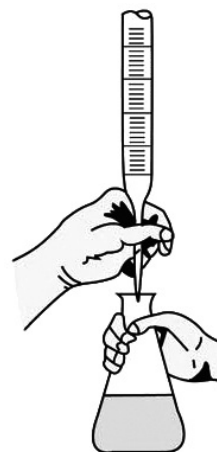

Figura 2
- Colocar el matraz Erlenmeyer así preparado con la disolución alcalina debajo de la bureta y comenzar la adición de la disolución de HCl, de forma relativamente lenta, abriendo la llave de paso y haciendo girar suavemente el matraz al mismo tiempo para lograr la mezcla, tal como indica la Figura 2.